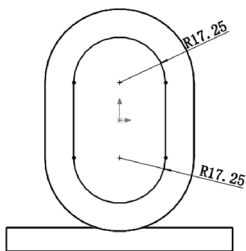

图 10-86 绘制内腔草图
**10** 绘制内腔草图。选择菜单栏中的“工具”→“草图绘制实体”→“直线”和“圆”命令，或单击“草图”控制面板中的“直线”按钮和“圆心/起/终点画弧”按钮，绘制齿轮泵内腔草图，如图 10-86 所示。注意，绘制过程中，当光标拖动到齿轮泵端面圆弧边线处时，将自动捕捉圆弧圆心。